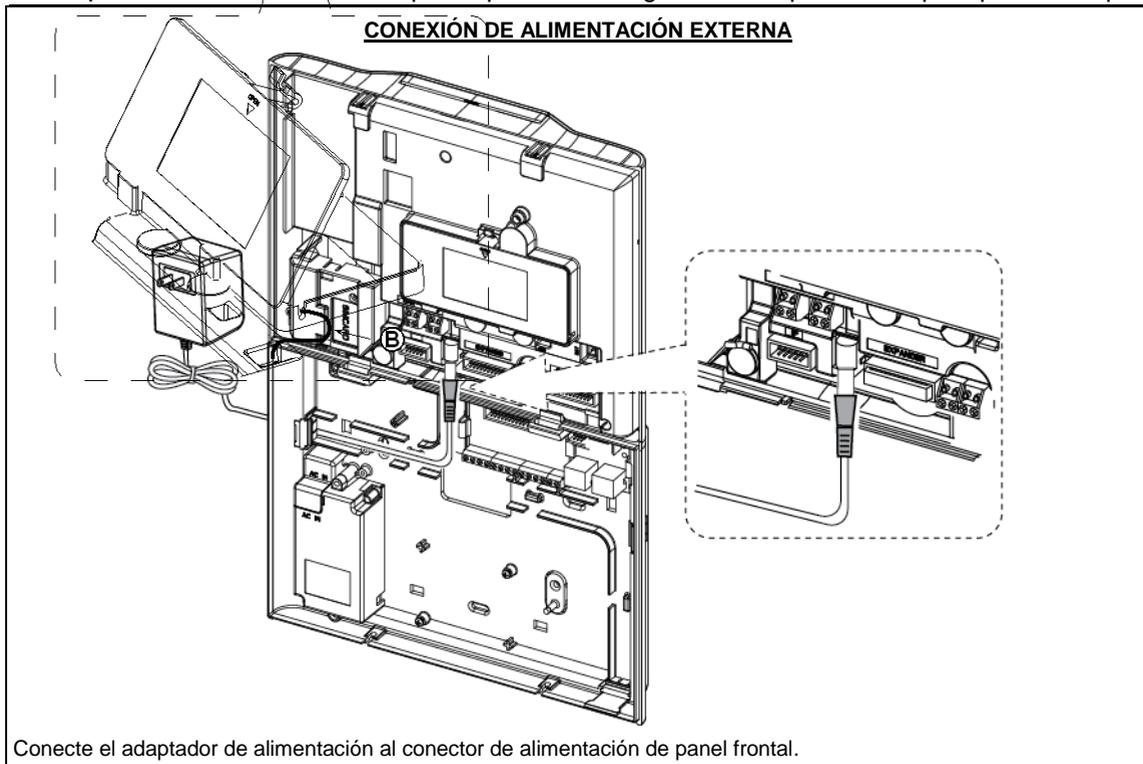

Figura 4. 8 - Conexión del cable de alimentación
Conecte la alimentación al BW64 temporalmente (ver Figura 4. 8). Alternativamente, puede alimentar desde la batería de respaldo, como se muestra en la Figura 4. 9.
Consulte la Figura 4. 9 "Inserción de Batería".
Abrir la tapa del compartimiento de batería (vea Figura 4. 9). Inserte un paquete de 6 baterías o paquete de 8 baterías y conecte el conector como se muestra en la Figura 4. 9. ①